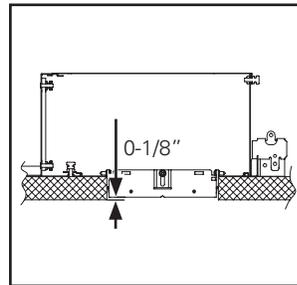

Figure 3.
- Pour une installation correcte, un espace d'au moins 0,3 cm doit être laissé entre la bordure de la collerette du châssis et le plafond fini (Figure 3.).